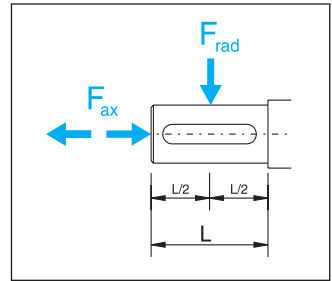

Рис. 3.1
**Радиальная нагрузка  $F_{rad}$ :** для определения данного значения в качестве точки приложения радиального усилия  $F_{rad}$  предусматривается половина цапфы надвигного вала (см. Рис. 3.1 стр. 9). Если радиальное усилие действует на валу на большем расстоянии, то макс. допустимую нагрузку нужно ограничить. Напр. для нагрузки в точке 75% цапфы допустимая нагрузка равна только 80% значения, приведенного в таблице. Для нагрузки в точке 30% длины цапфы допустимая нагрузка может быть на 25% выше. Если на выходном валу установлены ременный шкив, звездочка, шестерня и т.д., то радиальную нагрузку можно определить по нижеприведенной формуле и рис. 3.1 (стр. 9):